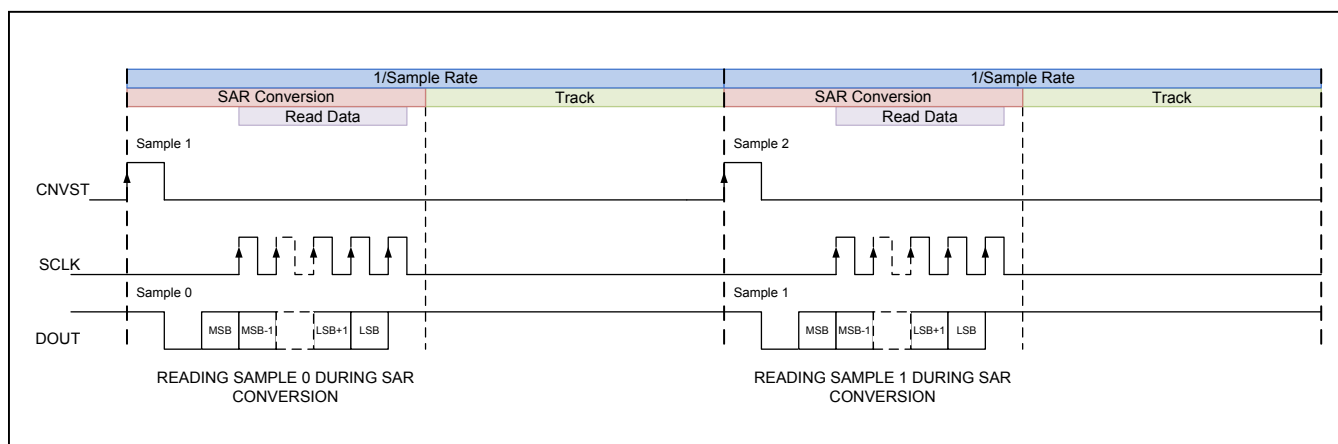

図 6. SAR 変換フェーズでの読出し
- SAR変換フェーズでの読出し(図6)
SAR変換フェーズでの読出しモードでは、SAR変換フェーズでのみデータが読み出されます。図6は、このモードのすべてのSPI信号を示しています。SAR変換フェーズでのみ読み出されるデータは、直前の変換フレームに相当することに注意してください。